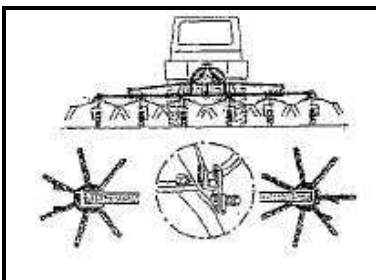

Abbildung 15
5. Zinkenarme der äußeren Kreisel nach dem Entriegeln des Federsteckers in Arbeitsstellung schwenken (auf korrekte Verriegelung achten, Abb. 15)
6. Feststellsicherung der Kreisel hoch schwenken (Abb. 15)